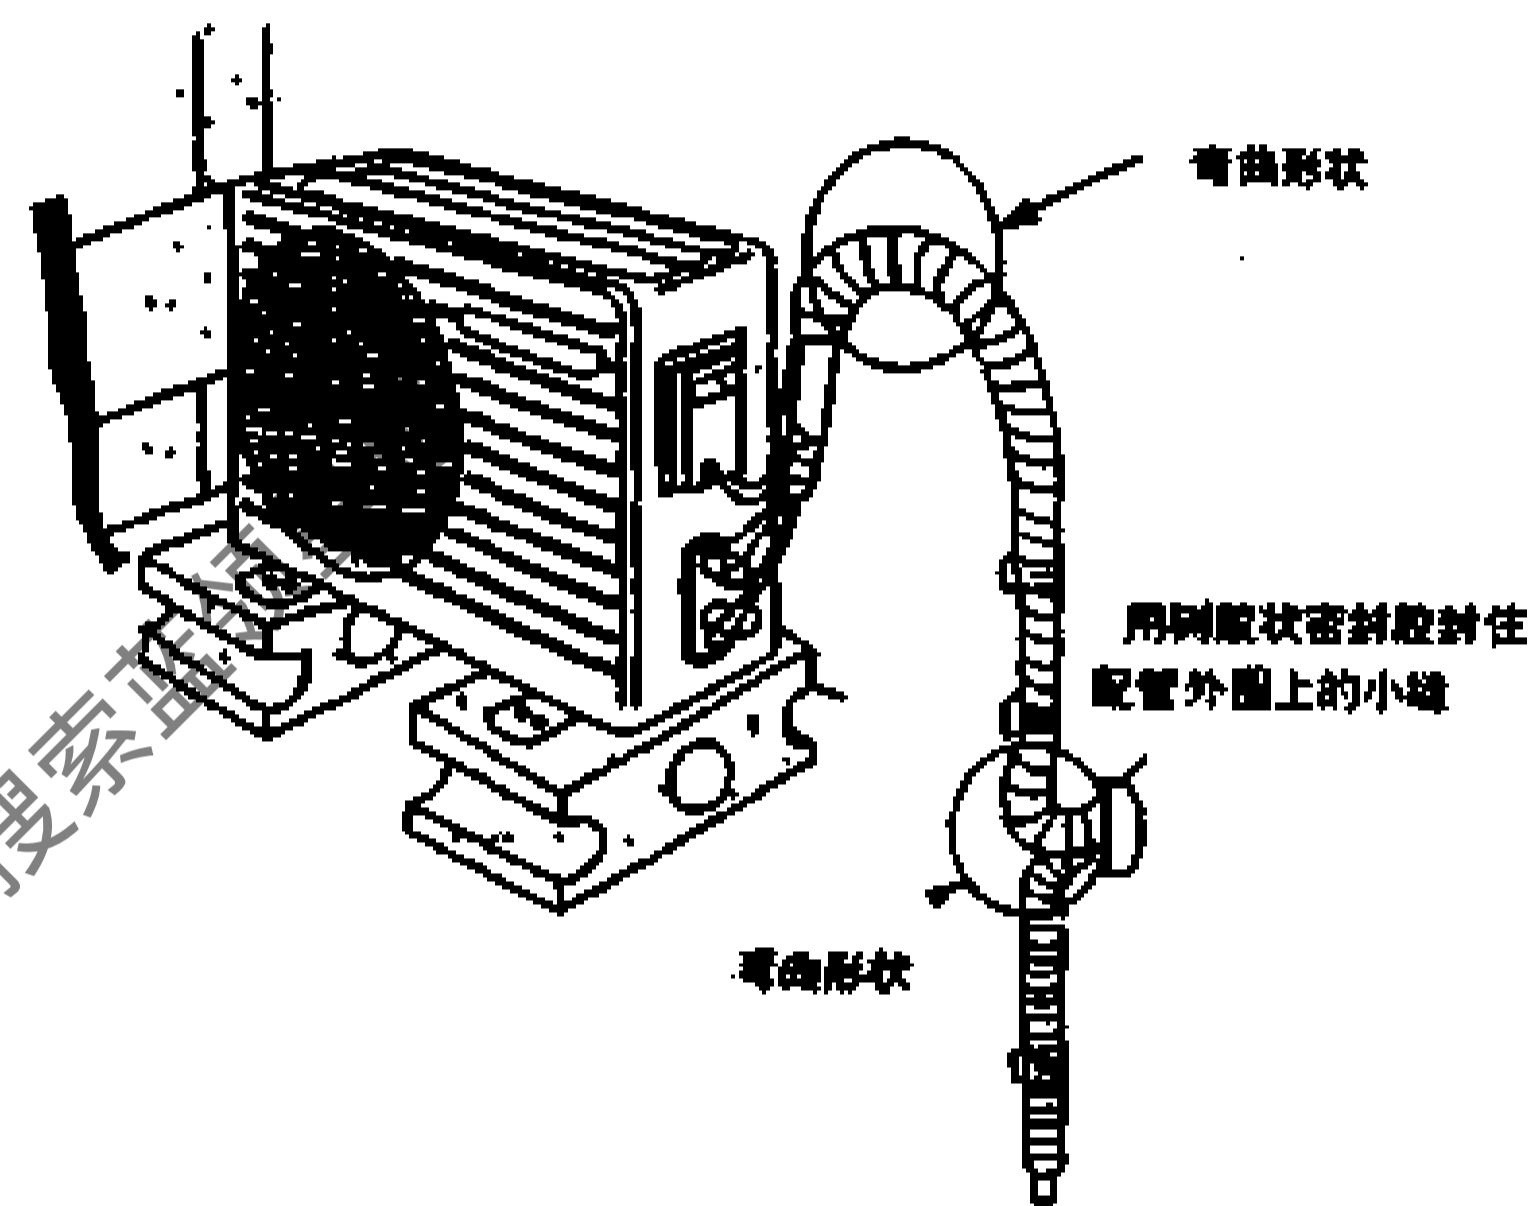

图 8-2-37
(2) 室外机被装在室内机上面的情况下
- 沿墙面折弯用胶带包扎在一起的配管，配管应弯成如图 8-2-37 所示的形状，以防止外面的水进入室内。